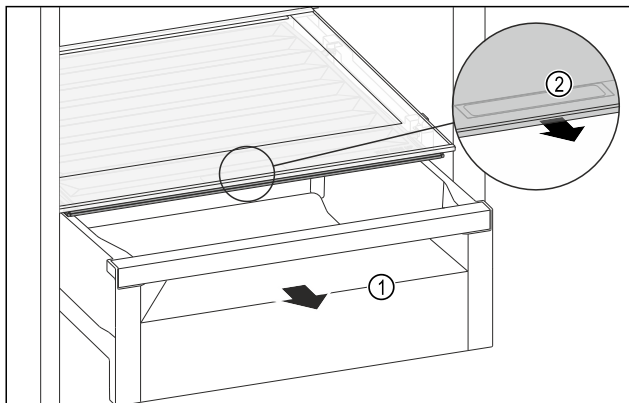

Fig. 155
- ▶ Træk skuffen Fig. 155 (1) ud.
- ▶ Tag fat i grebsforsænkningen Fig. 155 (2) i bokslåget, og træk samtidigt bokslåget frem.